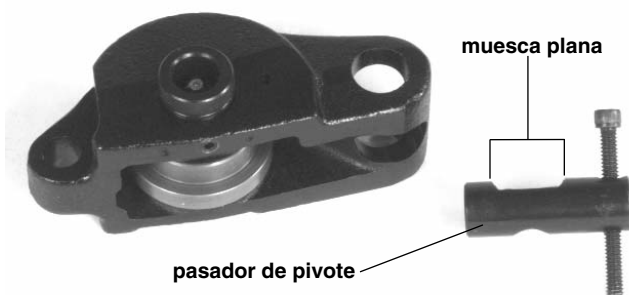

Figura 19 – Posición correcta del pasador de pivote
8. Meta el pasador de pivote en el brazo de reacción y verifique que la muesca plana del pasador apunte hacia arriba para que pueda acoger tanto a la arandela como a la cabeza del tornillo de alimentación (Figura 19).